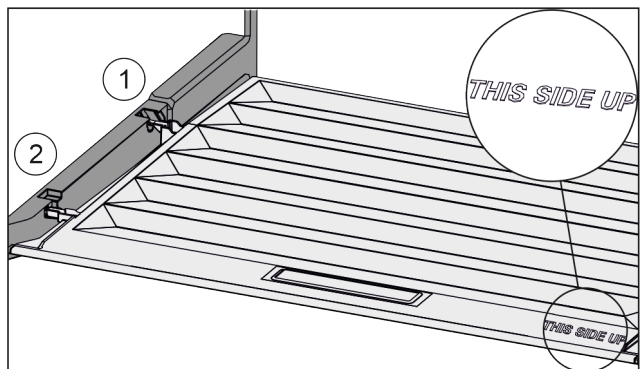

Fig. 162
- ▶ Juhtige kaane vahetoed tagumise hoidiku Fig. 162 (1) ava kaudu sisse ja fikseerige ees hoidikusse Fig. 162 (2).